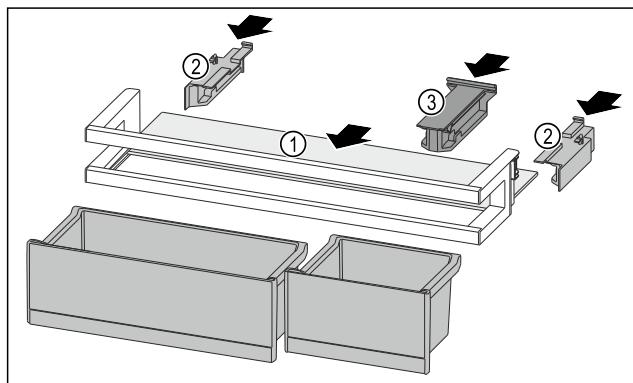

Fig. 205
- ▶ Всуňte полицю Fig. 205 (1) в бокові пази.
- ▶ Вставте бічні елементи Fig. 205 (2).
- ▶ Вставте кріпильний елемент Fig. 205 (3).